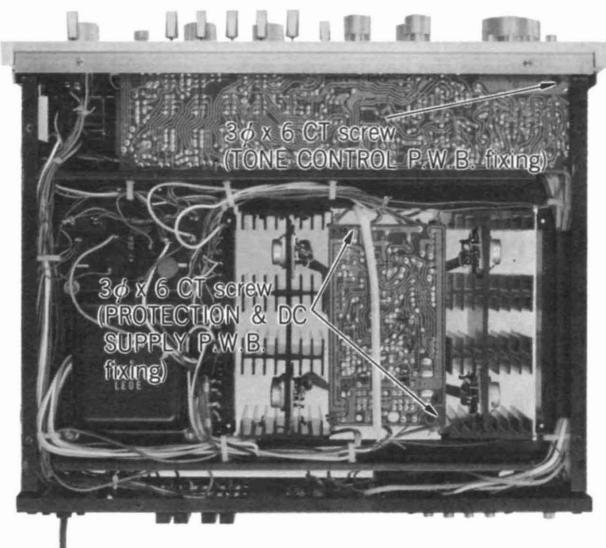

Fig. 4
- (5) Remove the one screw of the printed wiring board. (Fig. 4)
- (1) Remove the two screws of the printed wiring board. (Fig. 4)
- (2) Carefully pull out the printed wiring board from the connector.
- (5) Défaire les un vis de la plaquette de circuit imprimé comme le montre la Fig. 4.
- (1) Défaire les deux vis de fixation de plaque de circuit imprimé comme le montre la Fig. 4.
- (2) Séparer délicatement la plaque de circuit imprimé du connecteur.